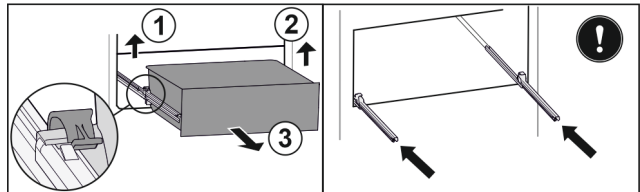

Fig. 149
- Soulever la bride gauche et tirer dans le même temps la partie gauche du tiroir vers l'avant. Fig. 149 (1)
- Soulever la bride droite et tirer dans le même temps la partie droite du tiroir vers l'avant. Fig. 149 (2)
- Retirer le tiroir par l'avant. Fig. 149 (3)